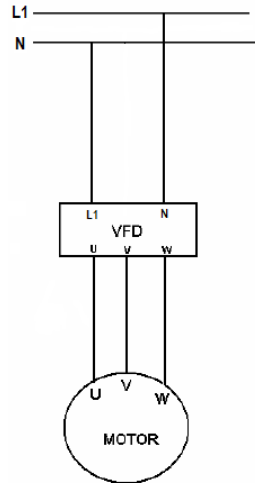

Figura 4.4: Circuito de conexión del VFD y el motor
1. Coloque los cables de conexión para alimentar al motor y al VFD, asegúrese de que la alimentación este desconectada, como se ve en la figura 4.4: